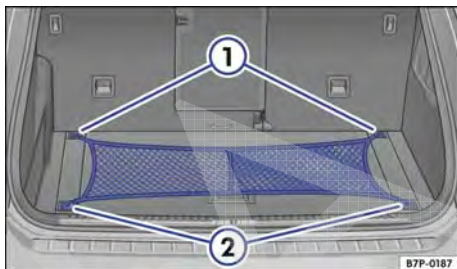

Fig. 218 No compartimento de bagagem: rede para bagagem presa.
- Prender os ganchos traseiros da rede para bagagem nos olhais de amarração no encosto do banco traseiro → Fig. 218 .